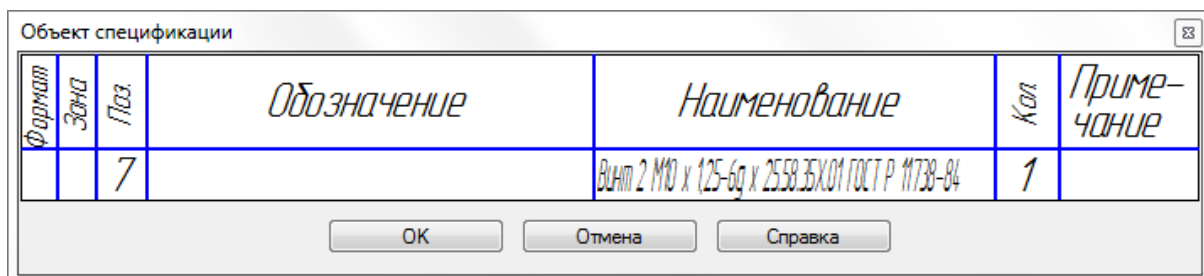

Рисунок25 – Окно заполнения свойств объекта спецификации
9. В появившемся окне строки спецификации, проверьте, а при необходимости, измените свойства объекта – Наименование (Рисунок25).